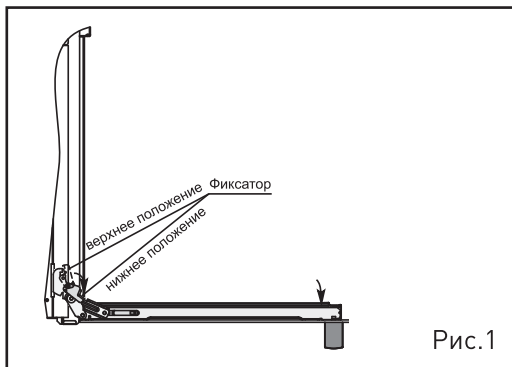

Рис.1
2. Поверните фиксатор шарнира в крайнее нижнее положение (Рис.1).